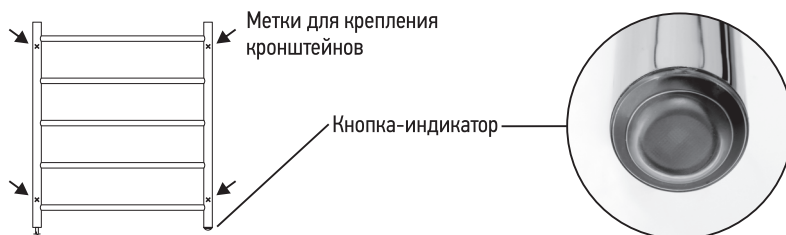

Рис. 2
- 3.3. Для этого приложить корпус полотенцесушителя к стене, используя уровень, и сделать метки (рис. 2).
3.7. Включение/выключение осуществляется кнопкой-индикатором, расположенной на торце изделия (рис.2).